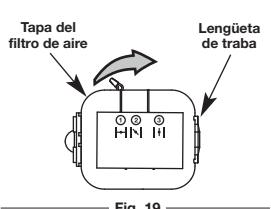

Fig. 19
- Gire la tapa a la derecha y métala a presión de modo que la lengüeta de la tapa del filtro de aire encaje en la ranura de la placa posterior (Fig. 19).